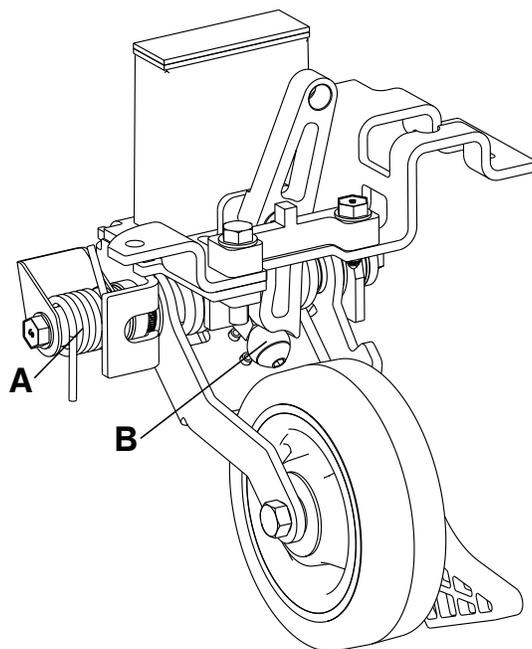

Рисунок 22 – Смазка убирающегося пятого колеса
3. Нанесите смазку MPG-3 на пружину (A) и роликовый механизм (B) (Рисунок 22).